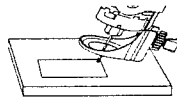

Fig. 6
5. Apoye el borde de la bancada sobre la pieza de trabajo con la broca a un ángulo de unos 45° (ver la fig. 6).